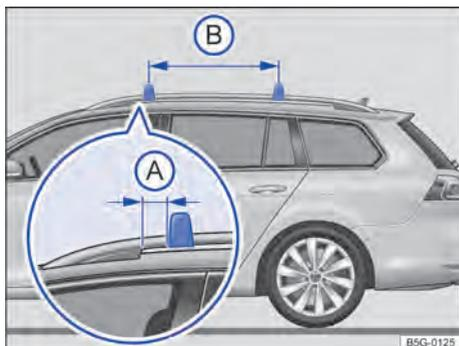

Fig. 109 Longarina do bagageiro de teto: fixação das barras de suporte.
As barras de suporte são montadas na longarina do bagageiro de teto. Assim, a distância da barra de suporte até a base do bagageiro do teto dianteiro \Rightarrow Fig. 109 (A) deve ser de **5 cm**. A distância entre as barras de suporte (B) deve ser de aproximadamente **75 cm**.
- Sempre montar as barras de suporte de maneira correta. Para isso, manter as distâncias indicadas na figura \Rightarrow Fig. 109.